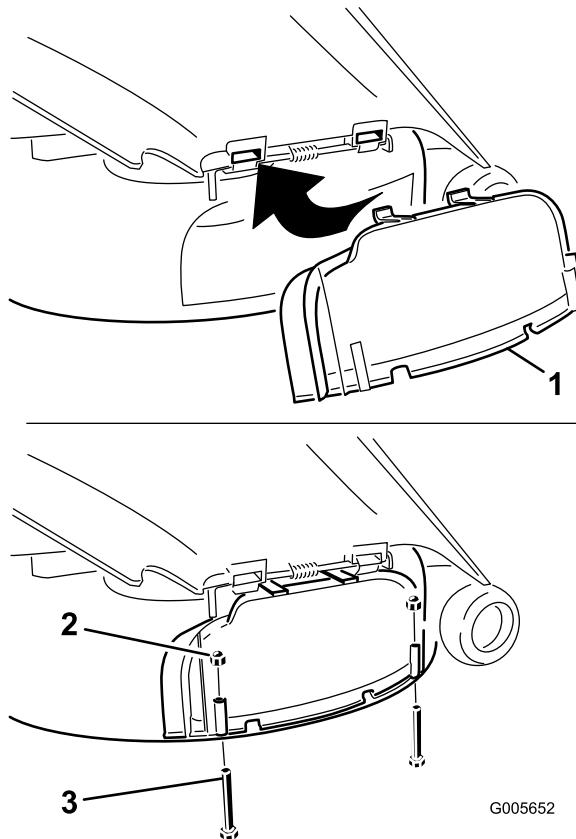

Bild 24
Abdeckung des Auswurfkanals nach unten über die Öffnung und auf die untere Lippe des Mähwerks (Bild 24).
- Befestigen Sie die Abdeckung des Auswurfkanals mit zwei Schrauben (1/4 x 2-1/2 Zoll) und zwei Kopfmuttern (1/4 Zoll) an der unteren Lippe des Mähwerks, siehe Bild 24.